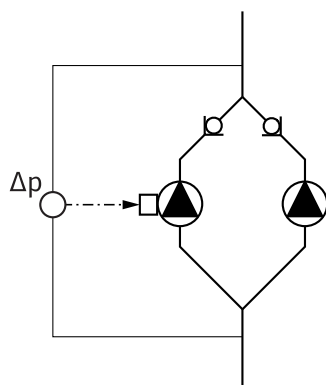

Fig. 18: Приклад, під'єднання датчика перепаду тиску
- У наведеному на Fig. 18 прикладі головний насос є лівим у напрямку потоку. До цього насоса підключають датчик перепаду тиску.
- Точки вимірювання датчика перепаду тиску головного насоса повинні знаходитися у тій самій трубі-колекторі на всмоктувальній і напірній сторонах двонасосної установки (Fig. 18).